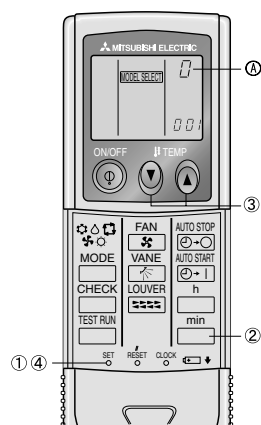

Fig. 6-8
6) Programmation des numéros de paires de la télécommande sans fil (Fig. 6-8)